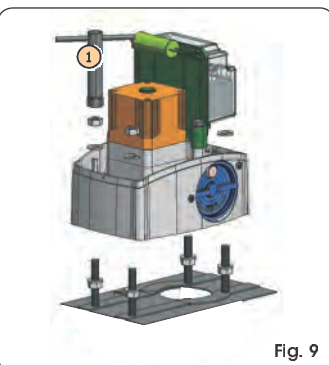

Fig. 9
- ② Collocare l'operatore sulla piastra utilizzando le rondelle e i dadi in dotazione come da Fig. 9, aiutandosi con la chiave a tubo in dotazione (Fig. 9 rif. ①).